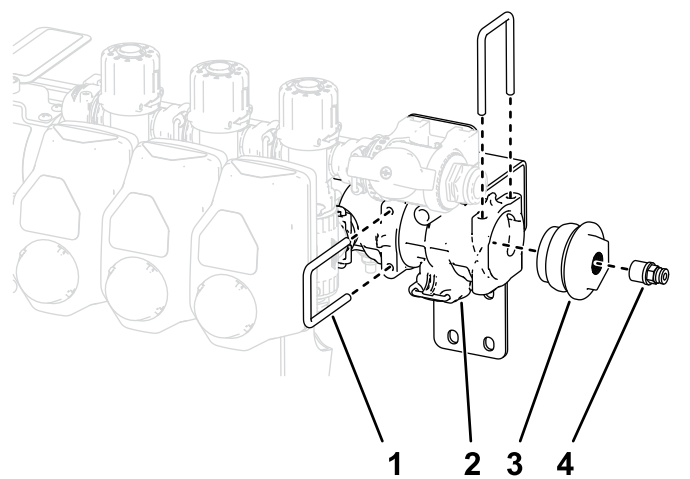

Figure 30
9. Retirez l'étrier qui fixe le chapeau de raccord et le raccord d'accouplement au bout de la section de vanne (Figure 30).